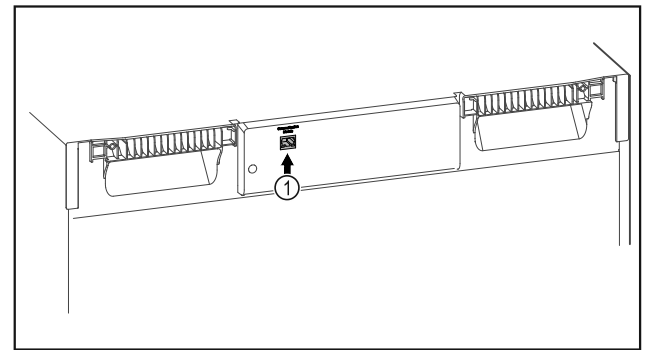

Fig. 123
- SmartModule Fig. 123 (1) ist eingesetzt.